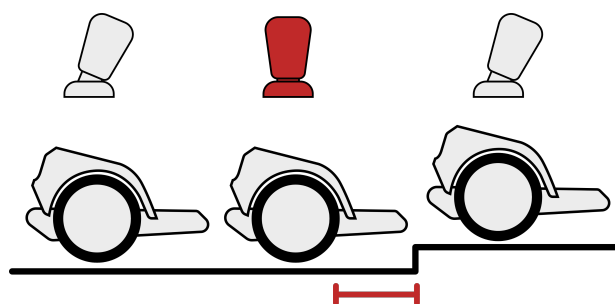

Figura 46. Alzare le soglie: poco prima che la ruota principale raggiunga la soglia, il joystick dovrebbe essere portato brevemente in posizione centrale.
3. Immediatamente prima di raggiungere l'ostacolo: rilasciare per un attimo il joystick. Ciò significa che le punte dei bruchi vengono leggermente sollevate e l'altezza da terra aumenta, vedi [Figura 46, «Alzare le soglie: poco prima che la ruota principale raggiunga la soglia, il joystick dovrebbe essere portato brevemente in posizione centrale.»](#) [62].